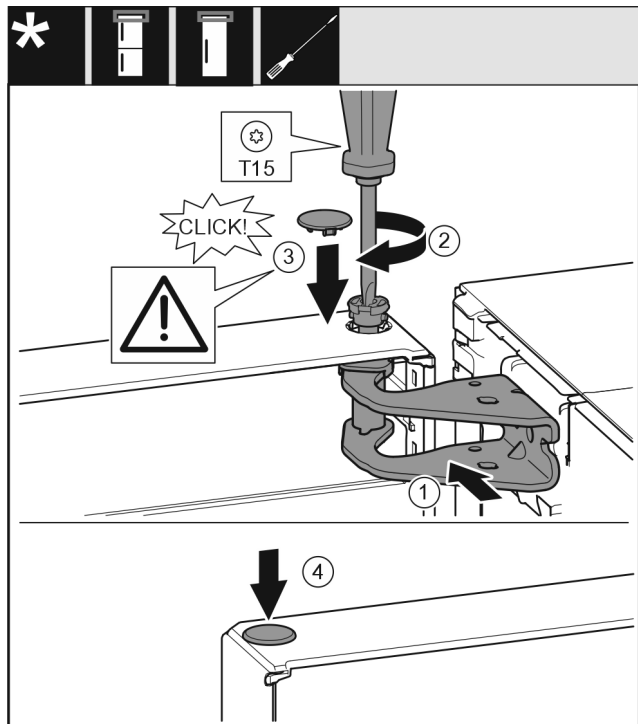

Fig. 16
- ▶ Tür oben zur Öffnung im Lagerbock ausrichten. Fig. 16 (1)
- ▶ Bolzen einsetzen und mit Schraubendreher T15 festschrauben. Fig. 16 (2)
- ▶ Sicherungsabdeckung zur Sicherung der Tür montieren: Sicherungsabdeckung einsetzen und Kontrollieren ob sie auf der Tür aufliegt. Ansonsten Bolzen vollständig einsetzen. *Fig. 16 (3)*
- ▶ Stopfen einsetzen. *Fig. 16 (4)*